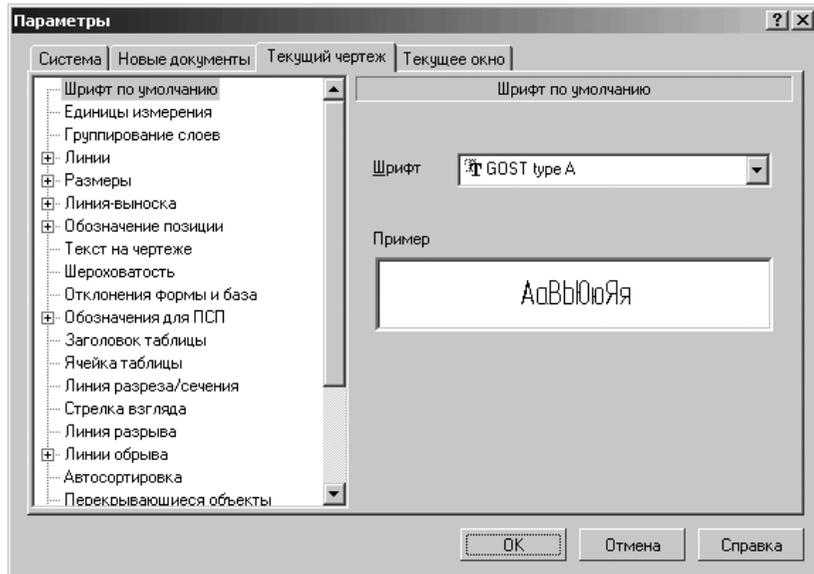

Рис. 4.194. Диалоговое окно **Параметры**
- **Параметры** вызывает диалоговое окно **Параметры** (рис. 4.194);